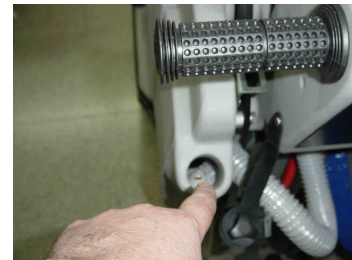

Figura 11
5. Puede cargar el tanque de solución con una manguera utilizando la boca de entrada en la parte posterior de la maquina (figura 11)